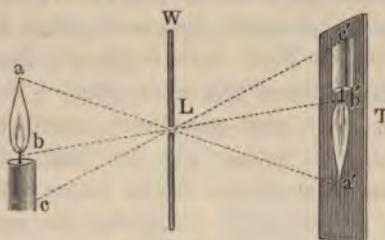

Fig. 59. Bilder durch ein Loch.
**Bilder durch ein Loch.** Wer hat nicht schon einmal an einem schönen Sommertage, zum Nachmittagschläfchen bereit, an seinem Sofa gelegen, wenn sich das Licht nur mühsam durch einige Ritzen und Löcher der herabgelassenen Jalousieen stahl? Und wir haben dann nicht an der Decke oder an der Wand jene seltsamen vorüberhuschenden Schatten bemerkt, die jedesmal auftreten, wenn ein Spaziergänger vorübergeht oder ein Wagen die Straße passiert. Gewiß schon ein Jeder. Es sind nichts anderes als Abbildungen, die mit Hilfe des Lichtes, wenn auch in unvollkommener Weise von den Gegenständen außerhalb des Zimmers entworfen werden. Man betrachte einmal die Fig. 59, um zu sehen, wie sie zu stande kommen. *W* möge eine mit dem Loch *L* versehene Wand sein. Rechts von ihr möge sich ein verdunkelter Raum befinden, in dem eine mit weißem Papier überzogene Tafel *T* aufgestellt ist. Stellt man vor der Wand eine Kerze auf, so erscheint sofort ein deutliches, aber umgekehrtes Bild derselben auf der Tafel. Die Erklärung der Erscheinung kann nicht schwer fallen, wenn man sich dabei der geradlinigen Au-